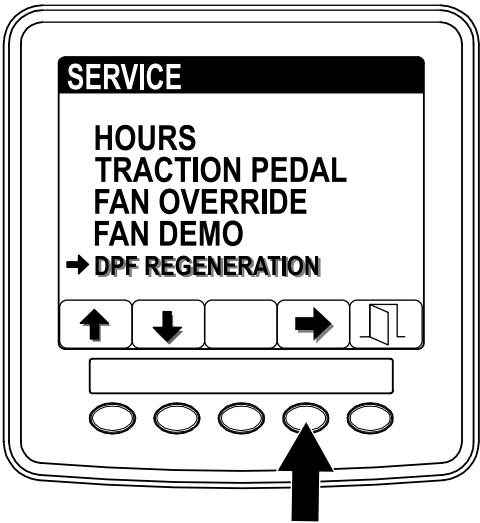

Рисунок 4
1. Перейдите к меню Service (Техобслуживание) и нажмите кнопку 1 или 2 для прокрутки к опции DPF REGENERATION (РЕГЕНЕРАЦИЯ DPF) (Рисунок 4).
2. Нажмите кнопку 4 для выбора позиции DPF Regeneration (Регенерация DPF) (Рисунок 4).